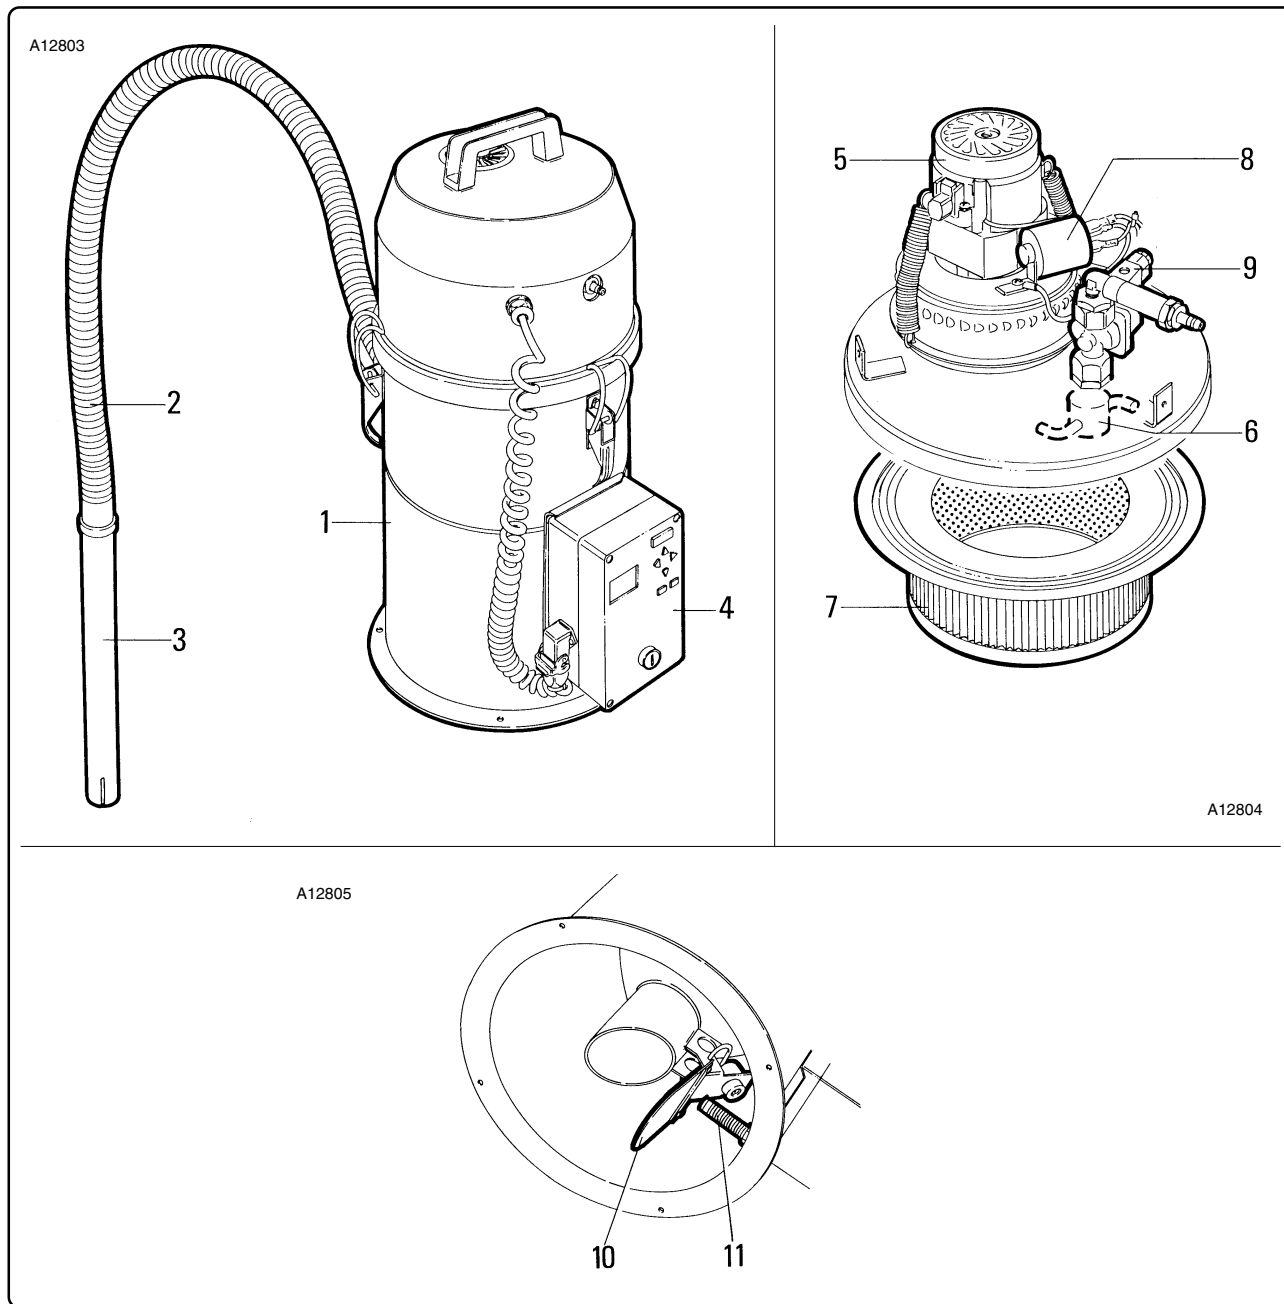

Fig. 2.5.1
2.5 - Parti principali (fig. 2.5.1)
2.5 - Main parts (fig. 2.5.1)
2.5 - Parties principales (fig. 2.5.1)
2.5 - Partes principales (fig. 2.5.1)
L'unità aspirante "5" (fig. 2.5.1) crea una depressione all'interno della tramoggia "1" (fig. 2.5.1).